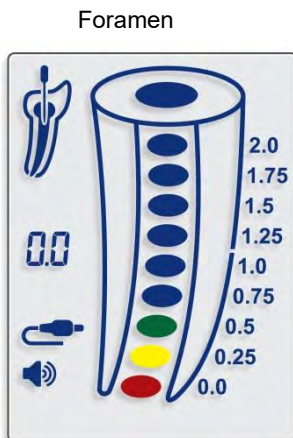

Fig. 10
7.4.12. Al alcanzar el foramen apical (0.0), aparece un segmento de color rojo en la imagen del conducto (fig. 10) y se emite una señal de audio constante.